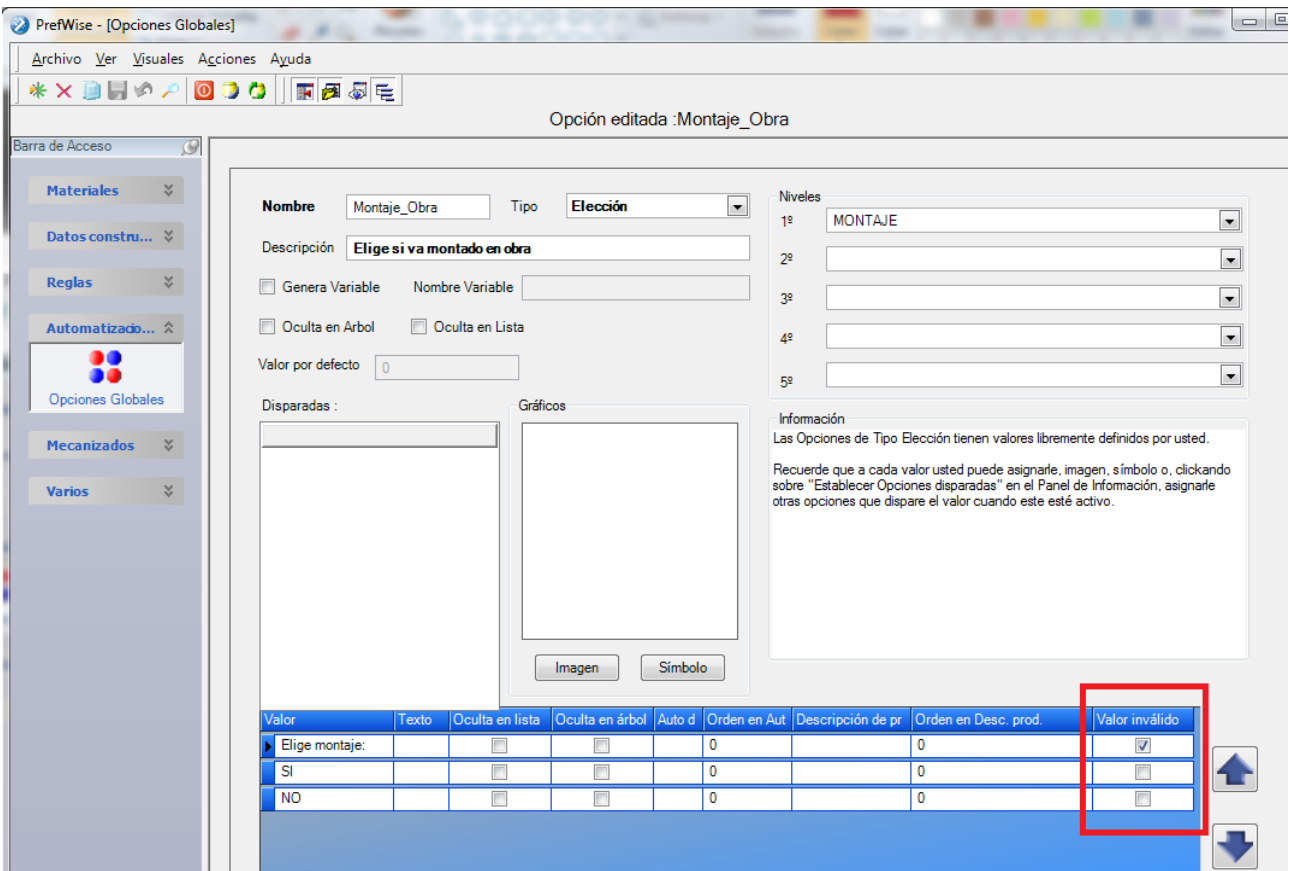

Figura 3. Columna "Valor inválido" en PrefSuite > Opciones Globales.
- Generando los materiales de ese modelo, para ello nos pondremos sobre la línea del modelo y pulsaremos ctrl. + G, nos saldrá la ventana de materiales generados de *PrefCAD*, tendremos activado el botón “Ver errores” y pulsándolo nos aparecerá una nueva pantalla como la que hemos visto en el punto 4.1. Visualización desde PrefCAD (Figura 3).